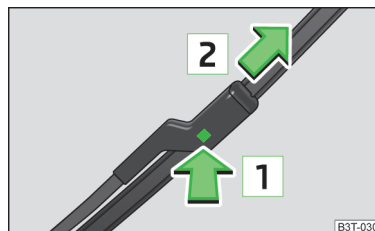

Fig. 199
- Țineți brațul ștergătorului de partea superioară și deblocați siguranța **1** » fig. 199.